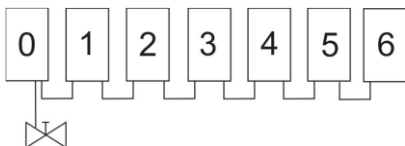

Рисунок. 1. Схема размещения сигнализаторов загазованности системы СГК-Б
Для работы в системе СГК-Б сигнализаторы должны быть правильно сконфигурированы. В системе может быть от 1 до 60 сигнализаторов. У каждого сигнализатора должен быть уникальный сетевой адрес. Адреса назначаются «ведущим» сигнализатором автоматически по порядку, но одновременно только одному «ведомому» сигнализатору. Ведомые сигнализаторы должны располагаться по порядку сетевых адресов в цепочке системы СГК-Б, начиная от ведущего (см. рис. 1). Расположение сигнализаторов не по порядку приведет к неправильной работе системы СГК-Б. Возможны несколько вариантов поставки сигнализаторов систем СГК-Б.
**1.7.1** В случае приобретения систем СГК-Б с заранее предустановленными на заводе-изготовителе сетевыми адресами (по согласованию с заказчиком), произведите подключение компонентов системы по схеме, указанной на рис.1 (сетевой номер устройства будет указан на задних крышках сигнализаторов).
- клапан закрыт – желтый (оранжевый) цвет свечения светодиодного индикатора 2 (рис. 1).